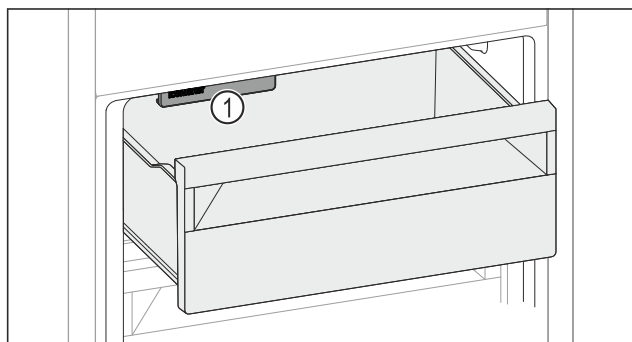

Fig. 170
- Uzmite u obzir IceMaker Fig. 170 (1).